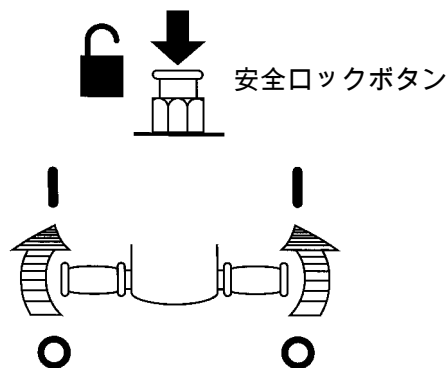

図 5
5. スクラブを開始する前には、ハンドルをしっかりと握り、安全ロックボタンを押し下げ、ハンドルグリップを前に回転させてください。本機が動き出したら、安全ロックボタンをリリースします (図 5)。